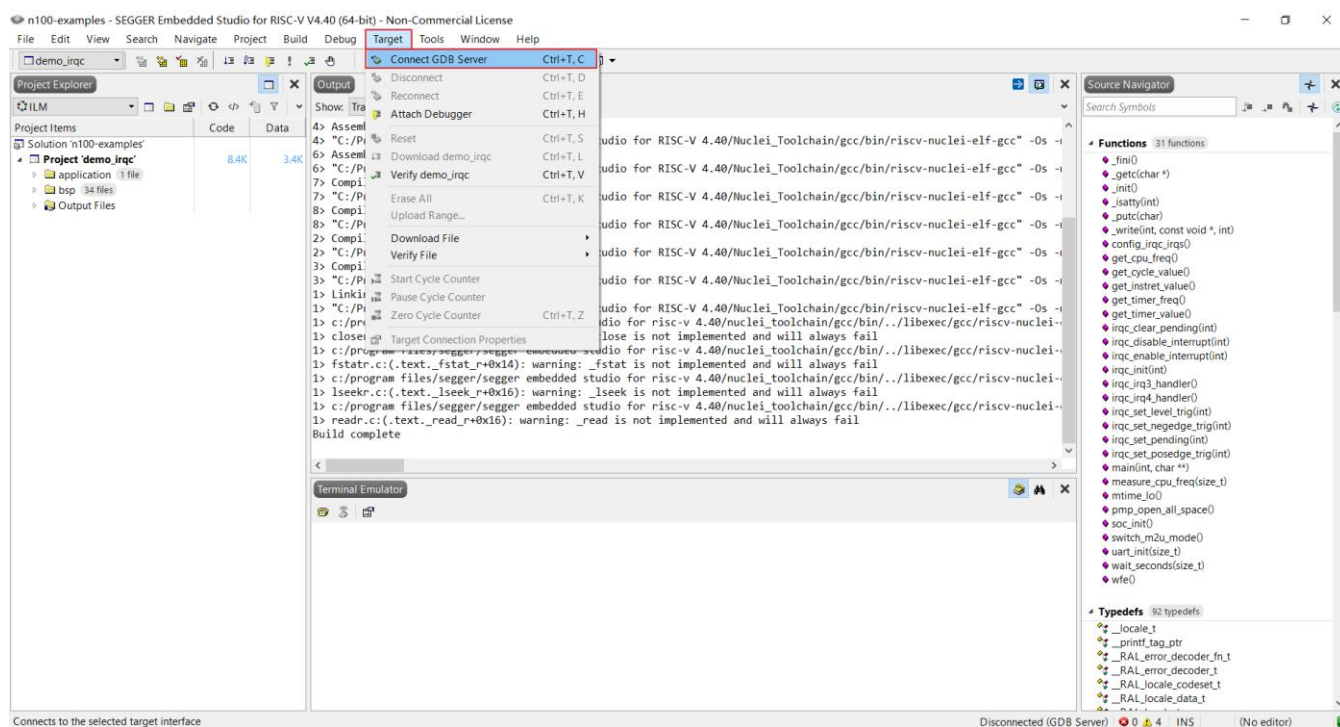

图 4-17 连接 GDB
- 在 SES 中菜单栏选择 Target 项目下的 Connect GDB Server 选项，如图 4-17 所示。